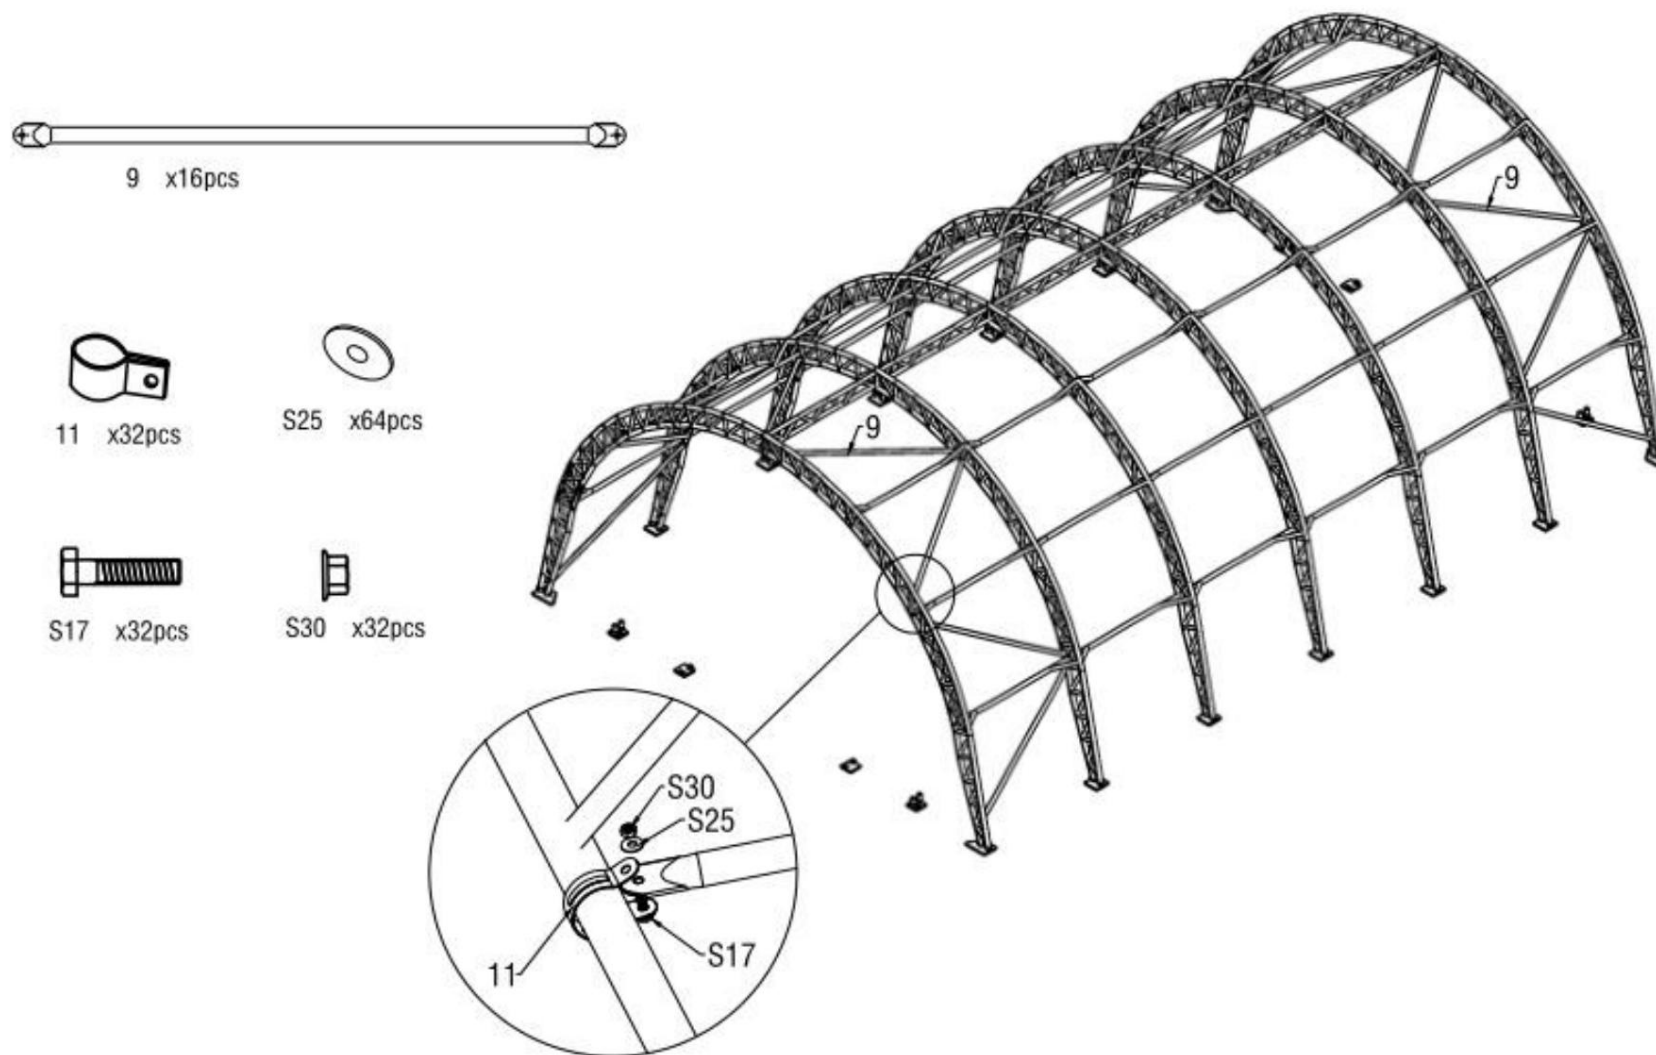

Figure 10
6. Comme illustré à la figure 10, localisez le tube de support diagonal femelle (n° 9) et le tube de support diagonal mâle (n° 9A) et assemblez chaque tube de support avec un boulon de carrosserie M8x60 (n° S7) et un écrou à embase M8 (n° S29). Fixez ensuite le tube de support diagonal à l'arche à l'aide du clip (n° 11).